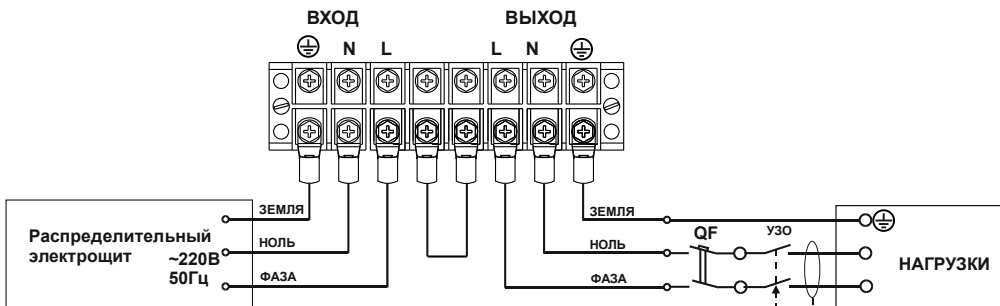

Рисунок 6 – схема подключения входных и выходных кабелей к источнику
выходят за допустимые пределы или источник неправильно сфазирован с питающей сетью (в этом случае фазный и нулевой провода питающей сети, подключенные к соответствующим зажимам клеммного блока (см. рисунок 6) следует поменять местами). С помощью кнопки  можно просмотреть входные параметры на экране «INPUT» ЖК-дисплея (см. п.3 таблицы 4).
- снять защитную панель с клеммного блока в нижней части задней стенки корпуса источника, подключение кабелей следует выполнять в соответствии со схемой подключения (см. рисунок 6);
- включите защитный автоматический выключатель нагрузок (QF, см. рисунок 6);